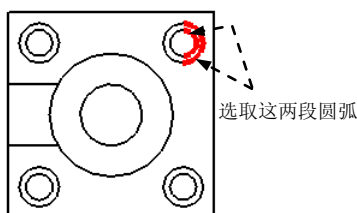
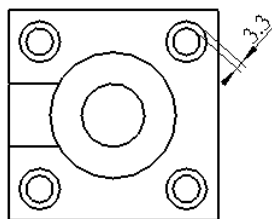

图 5.2.49 选取圆弧
图 5.2.50 尺寸显示
- 在上例中的 **▼ ARC PNT TYPE (弧/点类型)** 菜单管理器中，“同心”命令显示为灰色，表明此时不能创建“同心”方式的尺寸标注，当在 **▼ ATTACH TYPE (依附类型)** 菜单中选中 **On Entity (图元上)** 命令，在绘图区选取图 5.2.49 所示的两圆弧后，单击中键，**Concentric (同心)** 命令处于可选状态，选取 **Concentric (同心)** 命令，最后单击中键，尺寸显示结果如图 5.2.50 所示。